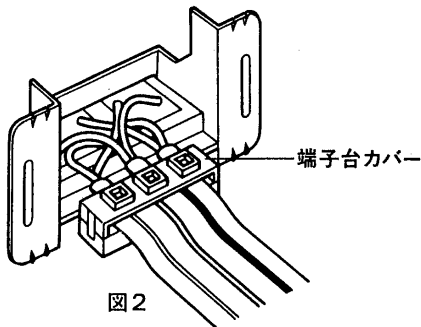

図2
- ④端子台カバーをはずし、フラットケーブルと圧着端子をねじ止めします。(このとき図2のようにコンセント本体を90°傾けて床に置いておこなう)